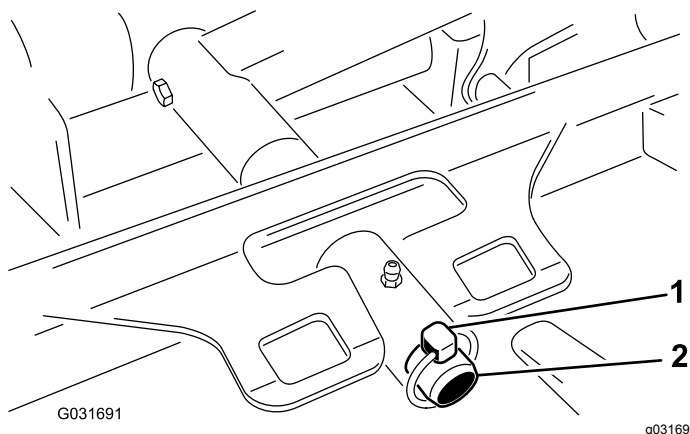

Figura 81
3. Togliete l'acciarino che fissa il telaio portante del piatto di taglio al perno di articolazione del braccio di sollevamento (Figura 81).
3. Fate scorrere il telaio portante del piatto di taglio sul perno orientabile del braccio di sollevamento e fissatelo con l'acciarino (Figura 81).